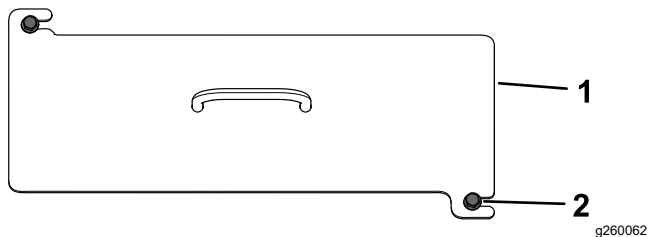

Figure 38
2. Desserrez les 2 boulons qui fixent le couvercle avant à la machine (Figure 38).